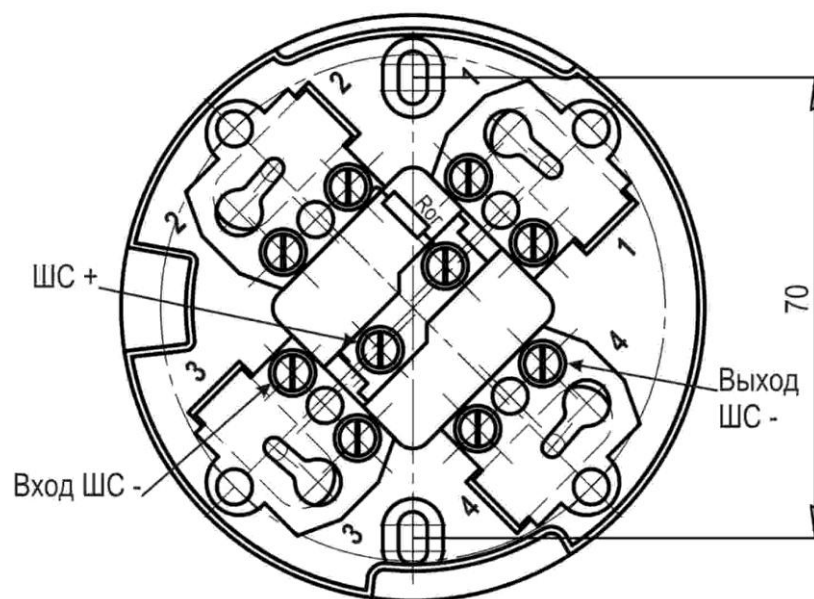

Рис. 2. Розетка извещателя. Общий вид и расположение контактов
5.4 Расположение и назначение контактов розетки извещателей приведено на рис. 2.
- разметить места установки дюбелей согласно рис. 2;